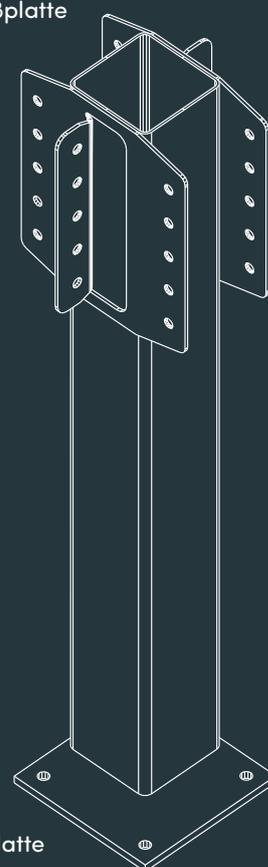

Abb. 2 -
- In der Standardkonfiguration werden die Platten in der Stützenmitte angeschweißt. Sie können jedoch zur Anpassung an die Umgebung wie z. B. bei einer Lagerbühne, die an einer Wand anfängt, in anderen Bereichen angebracht werden (Abb. 2). Diese Option ist nur bei Platten mit einem Querschnitt von 200 x 200 mm verfügbar.